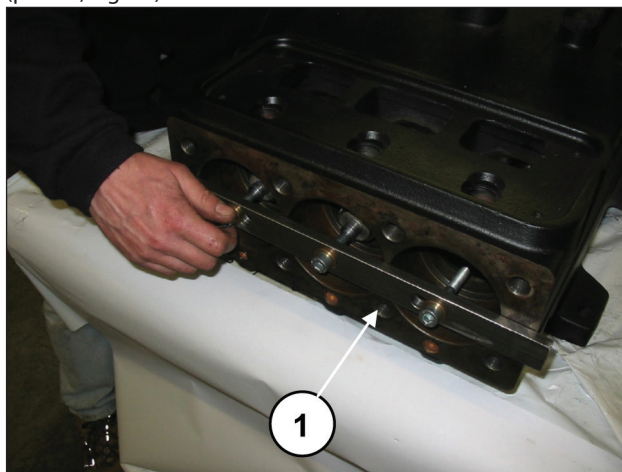
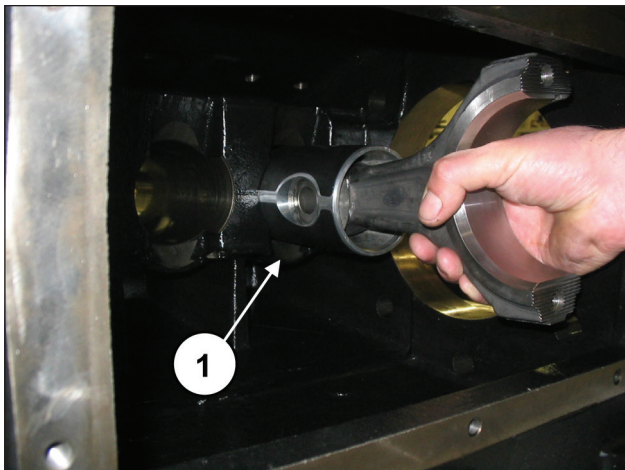

Fig. 32
Fig. 33
Nell'eventualità fosse necessario sostituire una o più bielle o guide pistone occorre operare nel seguente modo: Procedere a svitare le viti dell'attrezzo cod. 27566200 per sbloccare le bielle (pos. ①, Fig. 32) e successivamente estrarre i gruppi biella-guida pistone dall'apertura posteriore del carter (pos. ①, Fig. 33).
Dopo aver verificato la perfetta pulizia del carter inserire il gruppo semibiella-guida pistone all'interno delle canne del carter (pos. ①, Fig. 33).
Bloccare i tre gruppi utilizzando l'apposito attrezzo cod. 27566200 (pos. ①, Fig. 32).
Rimuovere l'attrezzo per il bloccaggio delle bielle cod. 27566200 (pos. ①, Fig. 32).